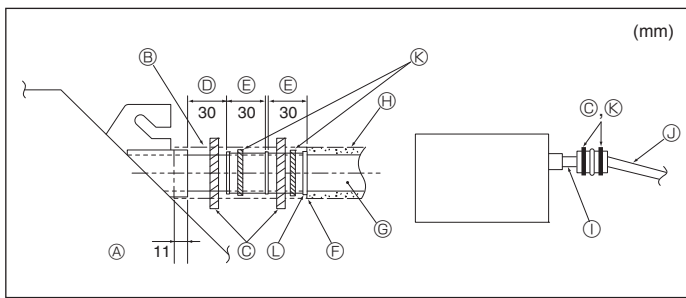

Fig. 6-2
- Collegare il manicotto di drenaggio (fornito con l'unità) all'apertura di drenaggio. (Fig. 6-2) (Attaccare il tubo con adesivo PVC e fissarlo quindi con un nastro.)